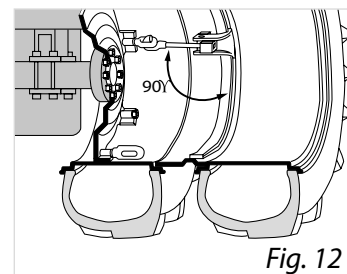

Fig. 12
Fig. 6 Die Fuß Unterlage (1) dient zum Einstellen des Überschnappweges des Verschlusses. Montieren Sie die Fuß-Unterlage (1) wie in Fig. 6 gezeigt. Falls in dieser Position der Überschnappweg nicht gemäß Fig. 7 zwischen 8-14mm ist, drehen sie die Fuß-Unterlage auf die höhere Seite wie in Fig 8 gezeigt. Falls auch in dieser Stellung der Überschnappweg von 8-14mm nicht erreicht wird, müssen Sie das HD-Fuß Zwischenstück verwenden Fig 9a. Dieser Artikel gehört nicht zum normalen Lieferumfang. Die Kopfspindel, bzw. die Hakenschraube muss möglichst parallel, idealerweise  $\pm 5^\circ$  Abweichung mit dem Distanzring verlaufen. Fig. 12 zeigt korrekt montierte Kalotten bzw. Ringmutter. Fig. 12a zeigt falsch montierte Kalotten bzw. Ringmutter.
Nehmen Sie den fertig montierten Verschluss wie in Punkt 2 beschrieben und hängen ihn zuerst auf der Schlepperseite, an der Ring- oder Kalottenmutter ein und dann am Befestigungsring des Doppelrades, Fig. 12. Stellen Sie durch drehen der Hakenschraube bzw. Kopfspindel die richtige Länge des Verschlusses ein.